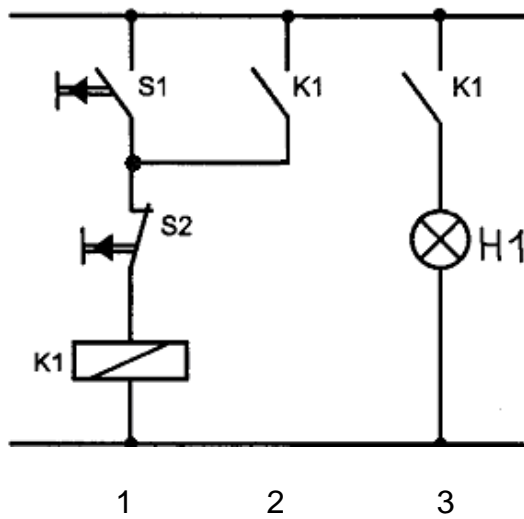

Bild 3.1.2
3.1.2 Die Funktion der im Bild 3.1.2 dargestellten Relaischaltung soll durch eine SPS übernommen werden.